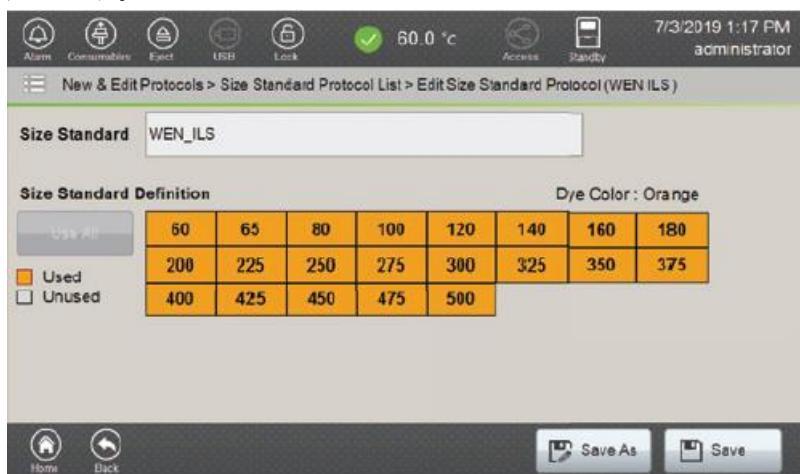

図 152 Edit Size Standard Protocol 画面
- フッターの **Edit** を選択して、Edit Size Standard Protocol 画面（図 152）を開きます。